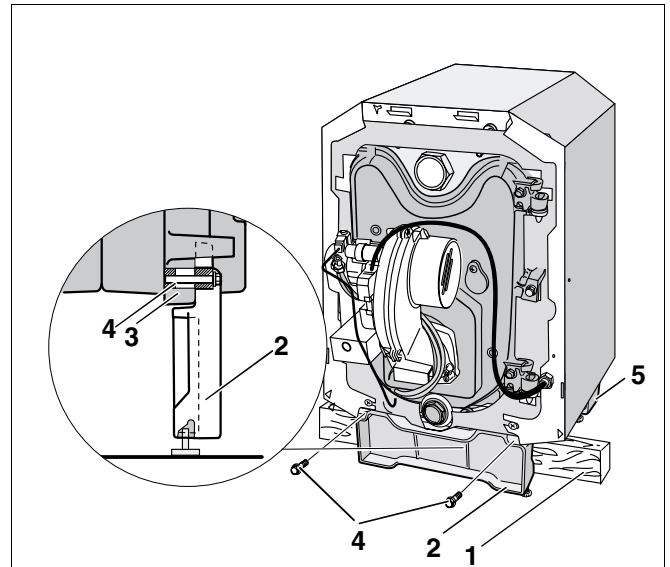

Fig. 12 Montering af kedelbundrammen på forelementet
- Skub bjælken (fig. 12, **pos. 1**) ind under kedlen, så bundrammen (fig. 12, **pos. 2**) kan monteres.
- Sæt bundrammen (fig. 12, **pos. 2**) på forelementets fødder (fig. 12, **pos. 3**).
- Skru bundrammen (fig. 12, **pos. 2**) på forelementets fødder (fig. 12, **pos. 3**). Sekskantboltene M10 (fig. 12, **pos. 4**) er vedlagt bundrammen.
Monteringen af bundrammen på bagelementet (fig. 12, **pos. 5**) svarer til monteringen af bundrammen på forelementet (fig. 12, **pos. 2**).